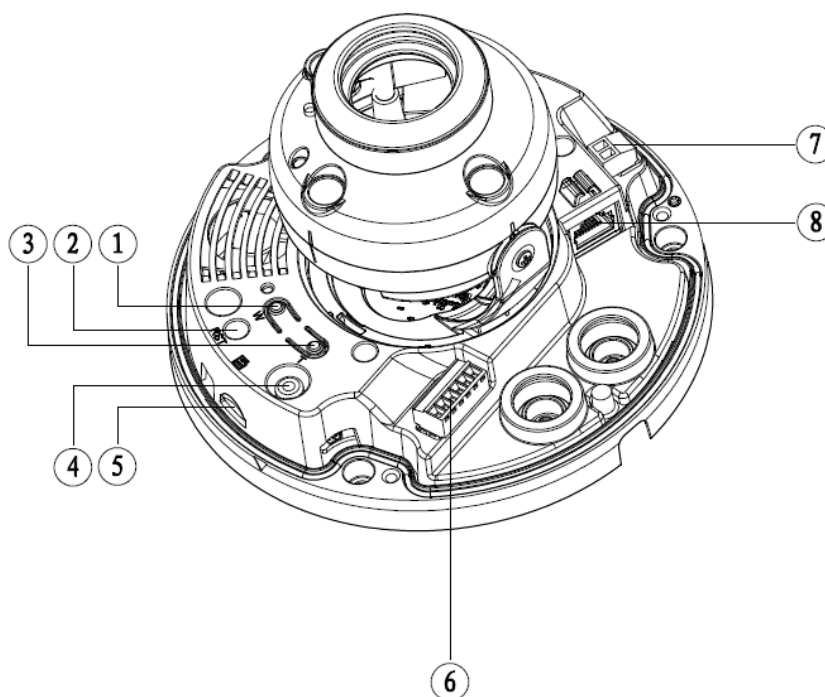

Рисунок 4
Кнопка аппаратного сброса используется для возврата к настройкам по умолчанию. Если нажать и удерживать эту кнопку в течение 5 секунд, конфигурация системы вернется к заводским настройкам (рис.4).
4.5 Снимите корпус с устройства и подключите соединительные провода (разъемы) в соответствии со схемой внешних подключений (рис.4) и соблюдением полярности. Неверное соединение может привести к повреждению и/или неправильному функционированию оборудования.